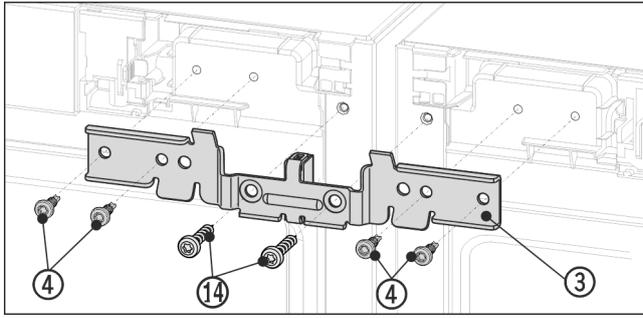

Fig. 16 例图
- ▶ 使用间隔垫片将角 Fig. 16 (3) 推入设备和销钉上。使用四颗螺栓 Fig. 16 (4) 连同先前旋出的地脚螺栓 Fig. 16 (14) 左右交替旋松角。